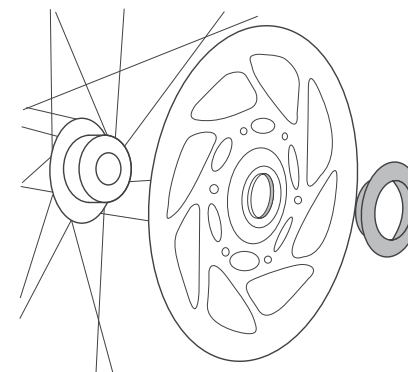

図4. Centerlock ナット
- Centerlock ナット(図4)の締付トルクは350 Lb•in (40.2 Nm)。